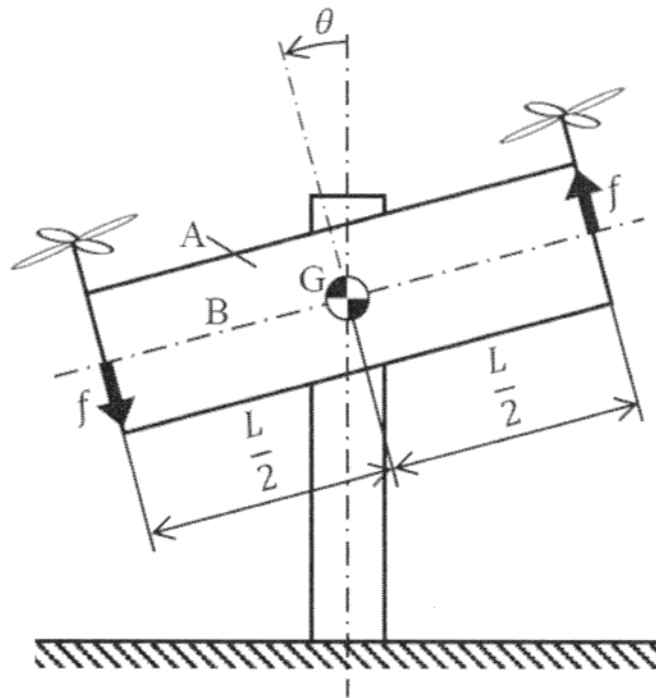

図 2-2
- (1) 点 O まわりの板の慣性モーメント J を求めよ．
- (2) この系の運動エネルギーと，ポテンシャルエネルギーを求めよ．
- (3) この系の運動方程式を求めよ．
- (4) この系の固有振動数 ω_0 を求めよ．
- (5) ばねの固定点P, Q, R が水平の位置にあり, h が大きくなるように固定点P, Q, R を鉛直下方向にスライドすると, 系の固有振動数はどう変わるか述べよ.
- (6) 点O まわりに, 周期的に変化するトルク $T(t) = X \sin \omega t$ を加える場合を考える. X および ω ($\omega \neq \omega_0$) は定数, t は時間である. ここでは, 振動振幅がとても小さい場合を考える. 板の定常応答における強制振動の振動振幅を求めよ.
- II. 図 2-2 に示すように、剛体 A の両端に設置されたプロペラによって回転姿勢制御を行う機械を考える．この剛体 A は重心 G まわりで平面内での回転運動のみを行う．プロペラの推進力によって剛体 A の両端で、中心軸 B に垂直な力 f が発生する．力 f は剛体 A の左右両端で図 2-2 に示すように作用する．各プロペラは重心 G から $\frac{L}{2}$ の位置に設置されている．剛体 A の姿勢角を θ で表現し、目標姿勢角度を θ_T で表現する．剛体 A の重心 G まわりの慣性モーメントを J とする．剛体 A は、回転抵抗として回転速度と逆向きのトルク $c\dot{\theta}$ を受ける． c は正の定数とする． t を時間とし、推進力、姿勢角、目標姿勢角の時間関数をそれぞれ $f(t)$, $\theta(t)$, $\theta_T(t)$ とし、それらをラプラス変換したものをそれぞれ $F(s)$, $\theta(s)$, $\theta_T(s)$ とする．以下の設問に答えよ．